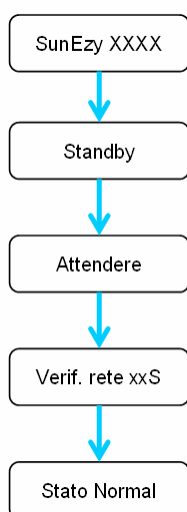

Fig. 10
- Se la tensione in corrente continua è sufficiente, l'inverter SunEzy visualizza successivamente e in modo automatico le informazioni riportate nello schema a lato (**Fig. 10**) a seconda della lingua impostata.